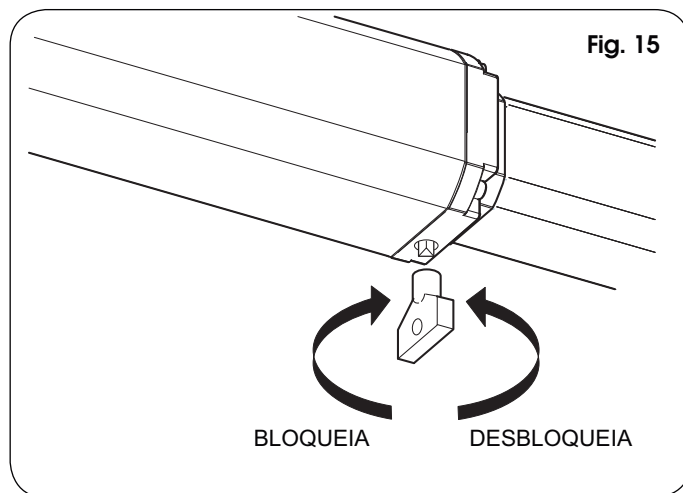

Fig. 15
- Inserir a respectiva chave triangular no parafuso de desbloqueio posicionada na parte inferior da flange (Fig. 15).
- Para bloquear novamente o operador, rodar no sentido horário, até parar, a chave de desbloqueio (Fig. 15).